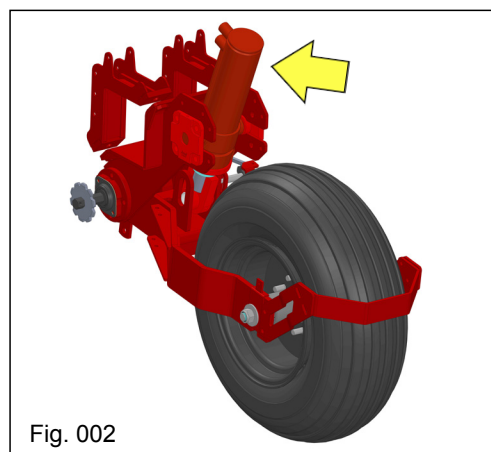

Fig. 002
- Dispositivo mecânico que mantém os pneus sempre em contato com o solo (Fig. 002).